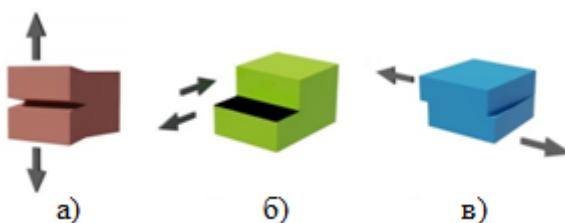

Рисунок 12.1 – Типы трещин. а) трещина отрыва, б) трещина поперечного сдвига, в) трещина продольного сдвига
4.2) GI, GII, GIII. Вычисление интенсивности выделения энергий для трех типов трещин (рисунок 12.1).
4.3) КI, КII, КIII. Вычисление коэффициентов интенсивности напряжений для трех типов трещин (рисунок 12.1) для случая ПДС.